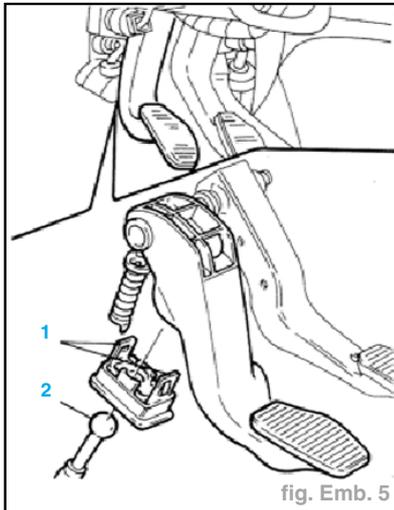
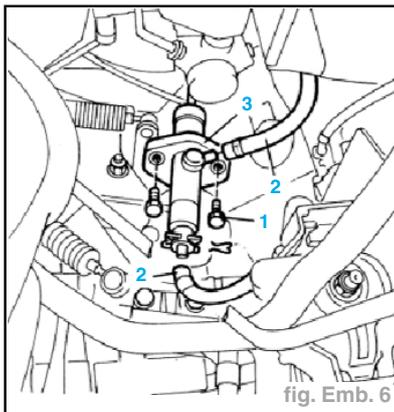

fig. Emb. 5
fig. Emb. 6
- Depuis l'habitacle, appuyer à fond sur la pédale d'embrayage et décrocher les deux arrêts fixant le maître-cylindre à la pédale (1) (fig. Emb. 5).
- Dégager la tige (2) du dispositif de blocage sur pédale que l'on vient de déposer de la pédale elle-même.
- Depuis le compartiment moteur, dévisser les vis fixant le maître-cylindre à la caisse (1) (fig. Emb. 6).
- Débrancher les deux canalisations d'huile du maître-cylindre (2).
- Déposer le maître-cylindre (3).